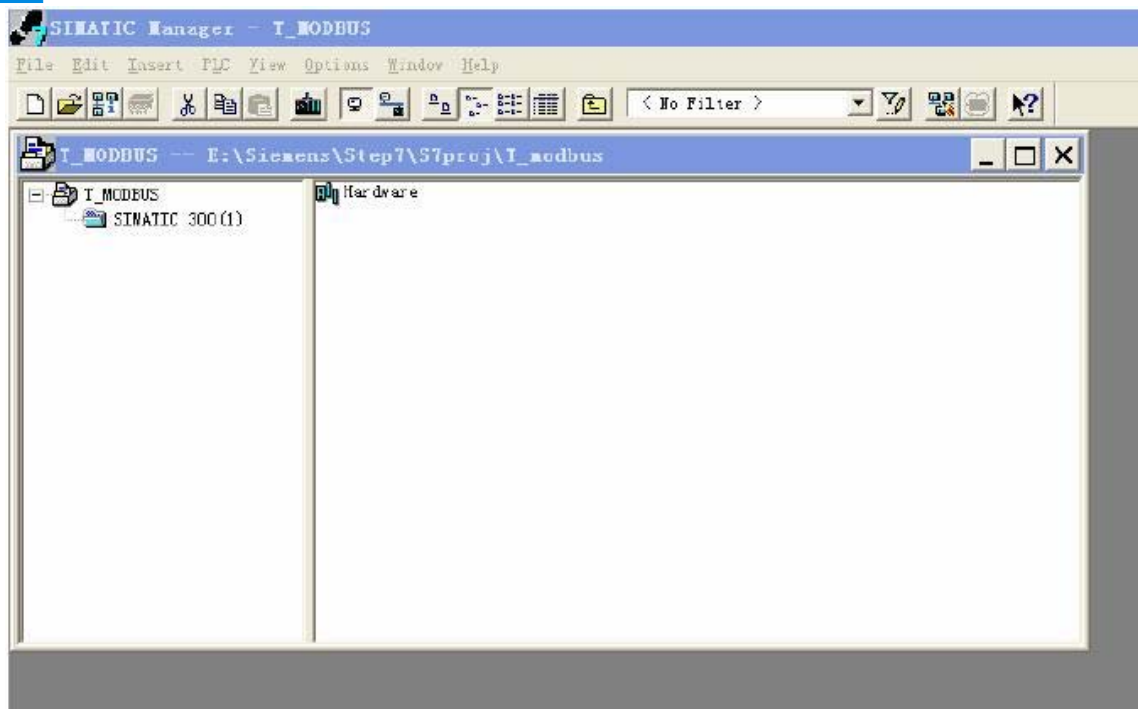

图 4
4. 双击 SIMATIC 300(1)->Hardware, 打开 S7 PLC 硬件组态界面, 如图 4: